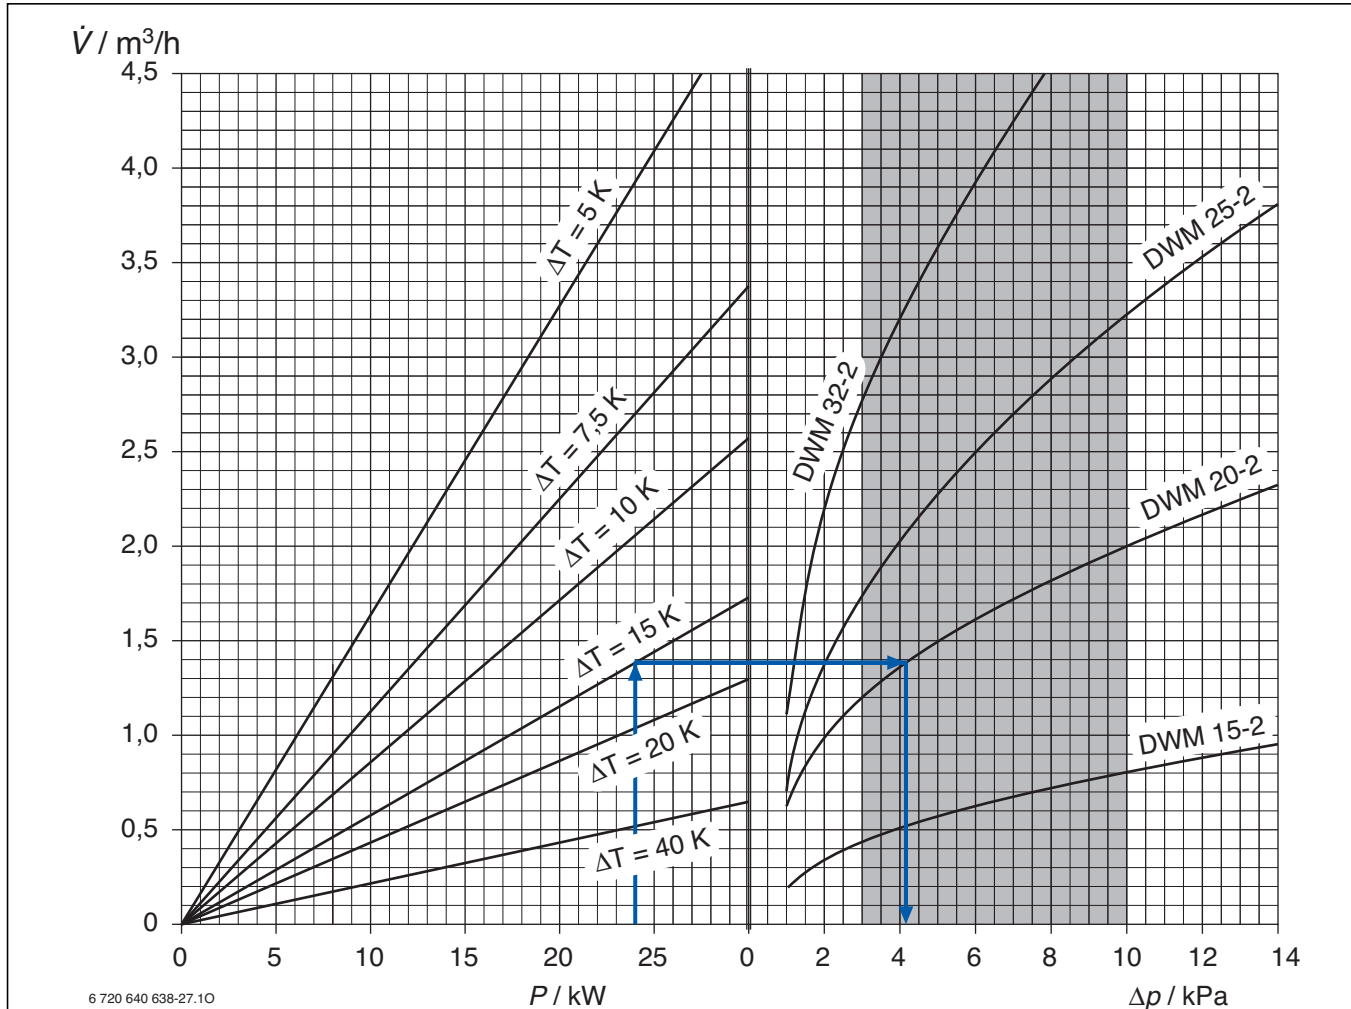

Bild 64 Auslegungsdiagramm für 3-Wege-Mischer
Um eine gute Reglercharakteristik zu erreichen, muss der Druckverlust im Mischer etwa gleich dem Druckverlust des sog. „mengenvariablen“ Teils des Rohrnetzes sein, also ebenfalls ca. 3,0 ... 10,0 kPa. Dieser Zusammenhang liegt dem Auslegungsdiagramm (Bild 64) zugrunde.
- ▶ In der linken Hälfte von Bild 64 den Schnittpunkt von der Leistungslinie und der Temperaturdifferenzlinie suchen.
- ▶ In der linken Hälfte von Bild 64 den Schnittpunkt der Leistungslinie und der Temperaturdifferenzlinie suchen. Dieser liegt bei einem Volumenstrom von ca. 1,38 m³/h.